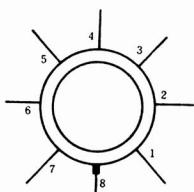

図5 OPアンプ741の上から見た図
- (1) ケースは、10cm×13cm×6cm程度の大きさが適当である。リード・PS-2がよい。
- (2) 図の中の点線は、基板裏面の配線の様子を示している。
- (3) 基板は、サンハヤト AT-1Sを半分にして使って充分である。
(4) OPアンプのピン・ナンバーは、右の図5の通り。